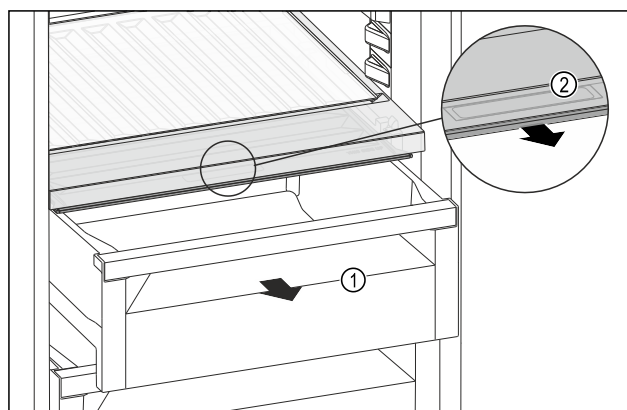

Fig. 176
- Trekk ut skuffen Fig. 176 (1).
- Ta tak i det innfelte grepet Fig. 176 (2) på lokket, og trekk samtidig lokket forover.